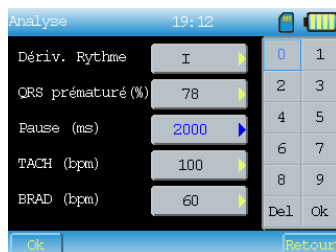

Fig. 7-22
(2) Temps de pause : cliquez sur le bouton correspondant pour appeler l'interface comme Fig.7-22.